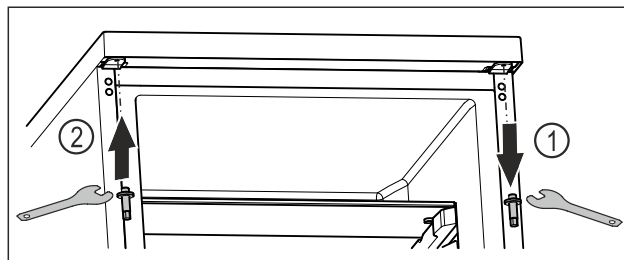

Fig. 21
- ▶ Wykręcić górny sworznień kluczem imbusowym. Fig. 21 (1)
- ▶ Przykręcić sworznień po przeciwnej stronie kluczem imbusowym. Fig. 21 (2)